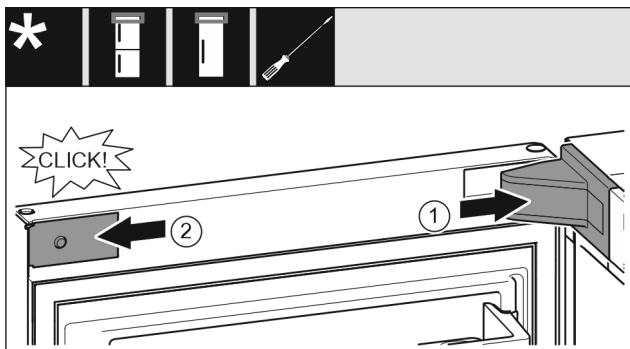

Fig. 33
- ▶ Sett på lagerdekselet og la det klikke på plass, ev. trykk det forsiktig fra hverandre. *Fig. 33 (1)*
- ▶ Sett dekselet på på siden, og la det klikke på plass. *Fig. 33 (2)*